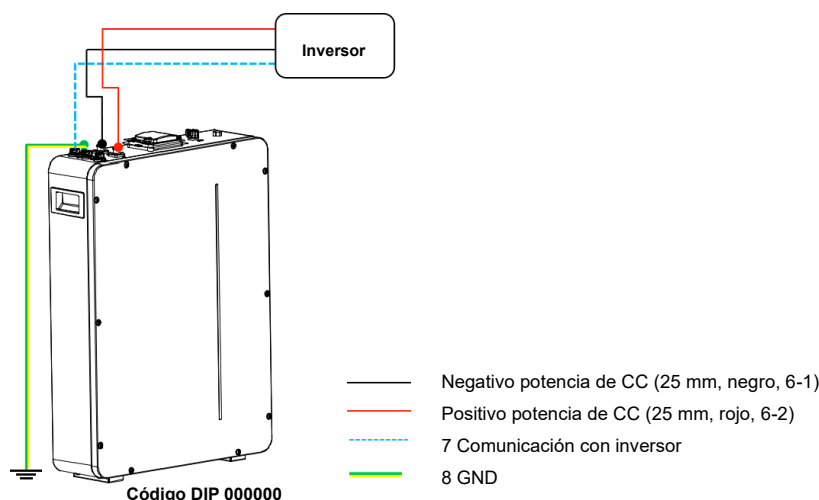

Fig. 4.1.1 Diagrama de conexión de cables del sistema de un juego individual (5 kWh, potencia de salida 2,5 kW)
6. Conecta el otro extremo del cable de comunicación al inversor, como en la fig. 4.1.1.